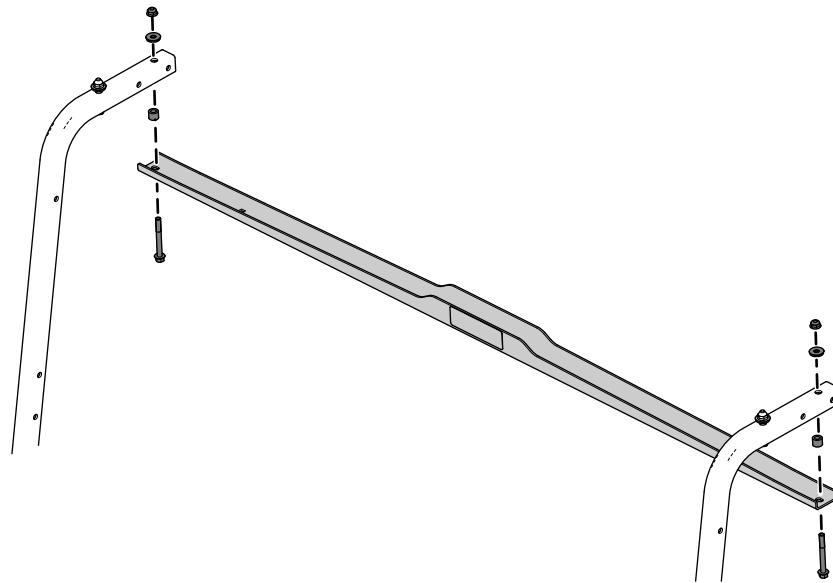

Figura 2
Rimuovete la staffa del supporto del tettuccio come mostrato nella Figura 2
5. Se necessario, installate la staffa del supporto del tettuccio sulla macchina utilizzando la bulloneria rimossa in precedenza; fate riferimento a Figura 2.